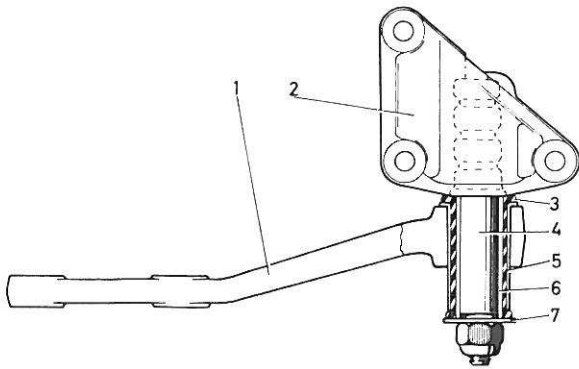

Figure 74. Montage de bras intermédiaire
3. Enlever les trois vis de fixation du support (2, figure 74) et déposer l'ensemble.
3. Enlever l'écrou et la rondelle (7, figure 74) et déposer le bras intermédiaire (1).